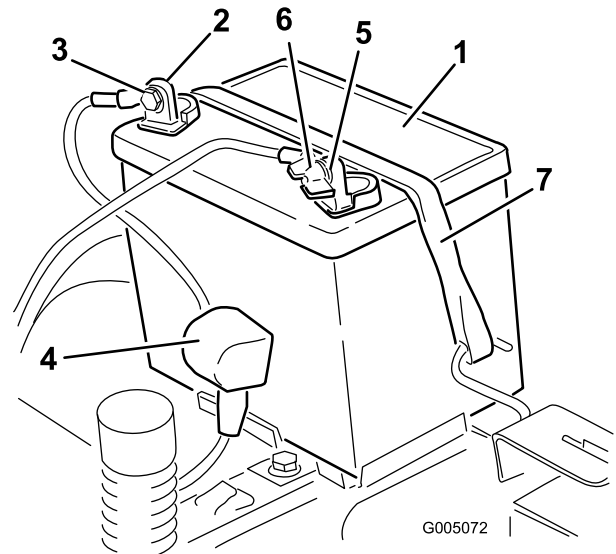

Figura 37
4. Desconecte el cable negativo de tierra (negro) del borne de la batería (Figura 37). Guarde todos los herrajes.
5. Deslice hacia arriba la cubierta de goma del cable positivo (rojo). Desconecte el cable positivo (rojo) del borne de la batería (Figura 37). Guarde todos los herrajes.
6. Retire la correa de sujeción de la batería (Figura 37) y levante la batería para retirarla de su bandeja.
1. Coloque la batería en la bandeja, con los bornes hacia el puesto del operador (Figura 37).
5. Fije la batería con la correa de sujeción (Figura 37).